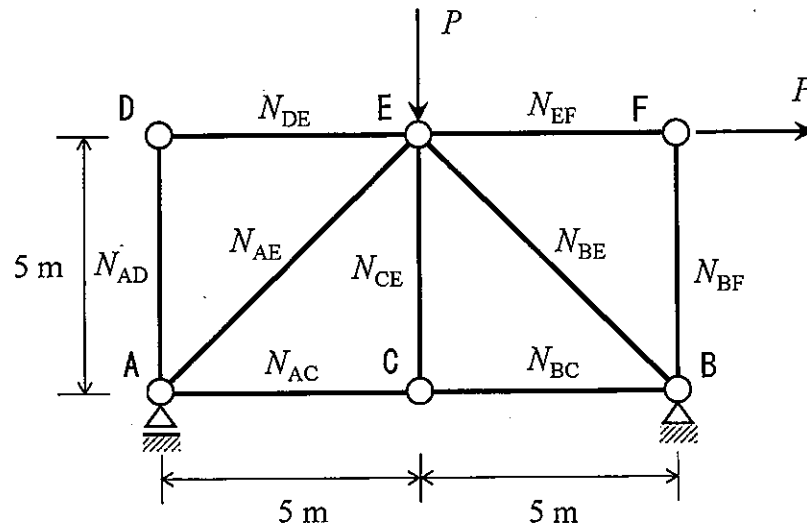

Fig. S-2
2. 図 S-2 に示す集中荷重を受けるトラス構造について次の問い 1)~4) に答えよ. ただし, 各部材の曲げ剛性は  $EI$  であるとする.
Answer the following questions 1) to 4) about a truss structure subjected to concentrated loads shown in Fig. S-2. The bending stiffness of each member is  $EI$ .